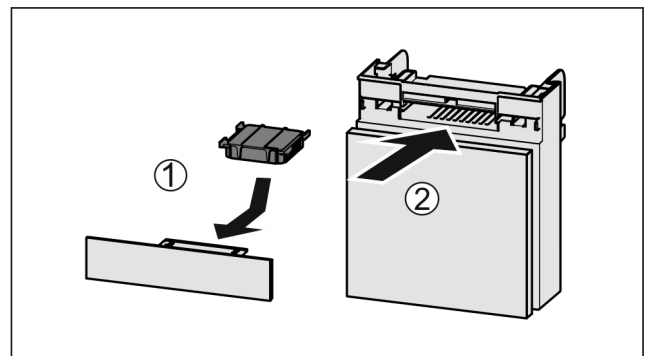

Fig. 173
- ▶ Aktivkohlefilter nach Abbildung einsetzen Fig. 173 (1).
- ▶ Fach einschieben Fig. 173 (2).